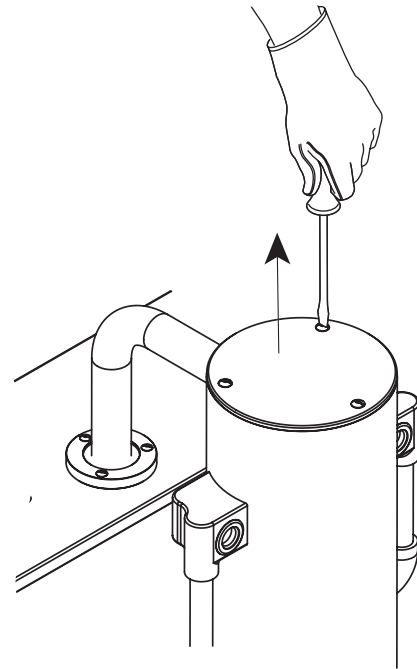

Abbildung 23
- Schrauben auf der Motorabdeckung mit einem Schraubenschlüssel aufschrauben (Abb. 23)